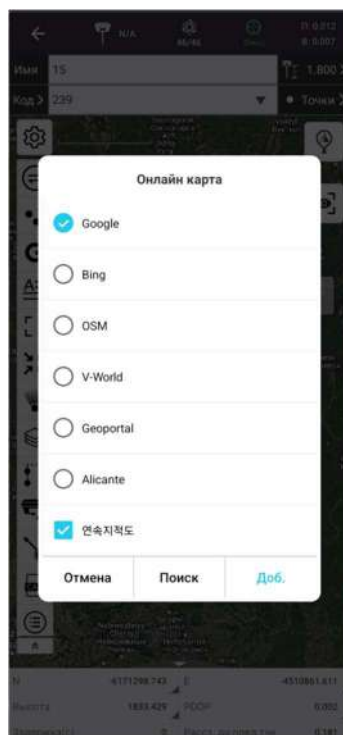

Рисунок 4.4.2
1. Для использования WMS/WFS карты-подложки нажмите на кнопку и выберите одну из предустановленных карт (Рисунок 4.4.2).